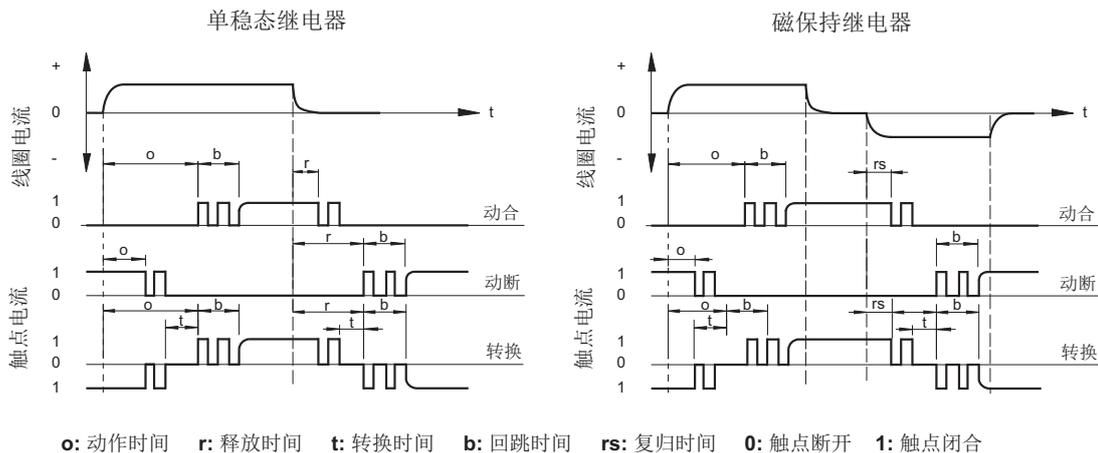

图 3
2.3 动作时间：指处于释放状态的单稳态继电器，从施加规定的线圈电压开始至最后触点电路转换状态为止之间的时间（不含动作回跳时间），一般以“ms”表示。参见图3。
2.5 复归时间：对处于动作状态的双稳态继电器，从施加规定的线圈电压开始到最后切换的触点电路状态为止之间的时间，不包括回跳时间。参见图3。
2.6 回跳时间：对于正在闭合或者断开其电路的触点，从触点电路首次闭合或者断开的瞬间开始至电路最终闭合或者断开的瞬间为止之间的时间。一般以“ms”表示。参见图3。